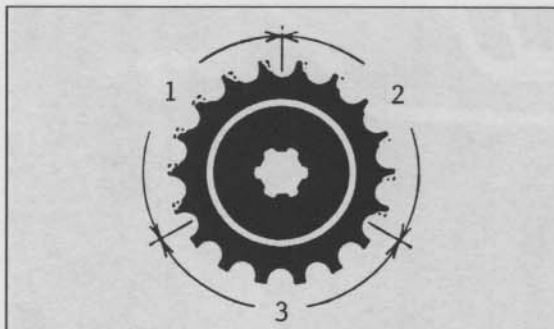

Bild 32
-  Gleichzeitig Zähne der Kettenräder auf Abnutzung untersuchen, siehe Bild 32.